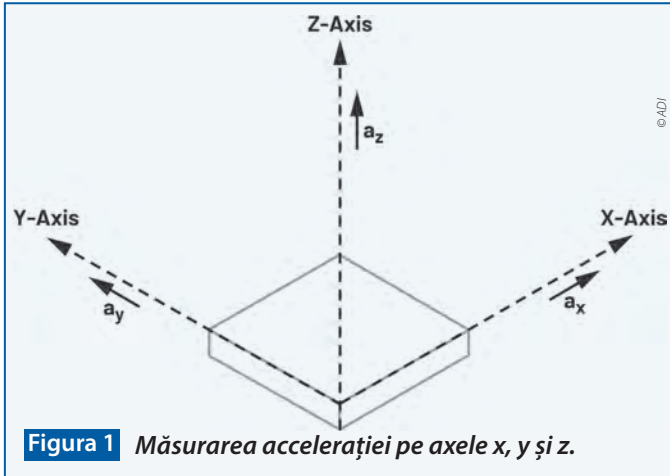

Figura 1 Măsurarea accelerației pe axele x, y și z.
- **Accelerometru triaxial:** Accelerometrele măsoară accelerația în raport cu câmpul gravitațional al Pământului. Într-o unitate IMU, accelerometrele triaxiale sunt utilizate pentru a măsura accelerația pe axele x, y și z (figura 1).